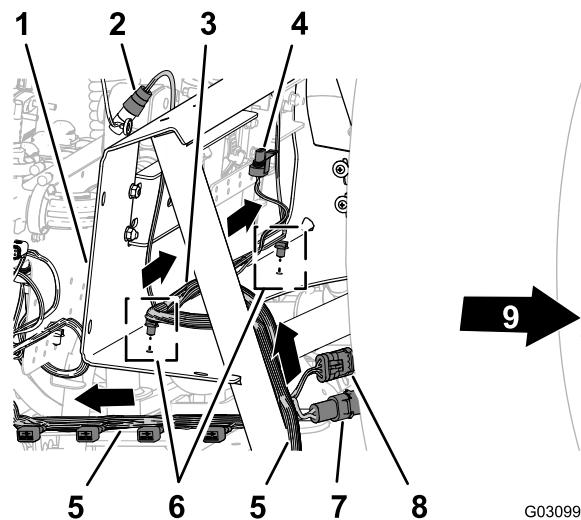

Рисунок 98
- Проложите ответвление жгута проводов длиной 203 см внутри опорного штока крепления клапанов и назад в сторону крепления для 10 клапанов, как показано на Рисунок 98.
- Через переднюю часть крепления коллектора проложите ответвление жгута проводов длиной 81 см для расходомера и клапана перемешивания (Рисунок 98).
- Вставьте вставные держатели ответвления жгута проводов длиной 81 см в отверстия нижнего фланца крепления коллектора (Рисунок 98).